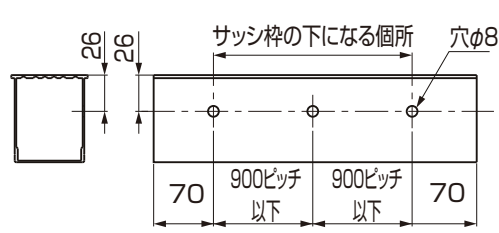

図4-10 大引65
- ①大引を加工してください。(図4-10、4-11参照)
- ②浮き上がり防止金具を大引にM4ターンナットと【10-1】で固定してください。
- ③浮き上がり防止ブロックを浮き上がり防止金具に貼付けてください。